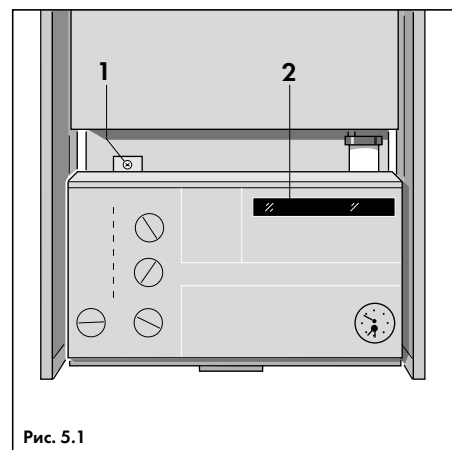
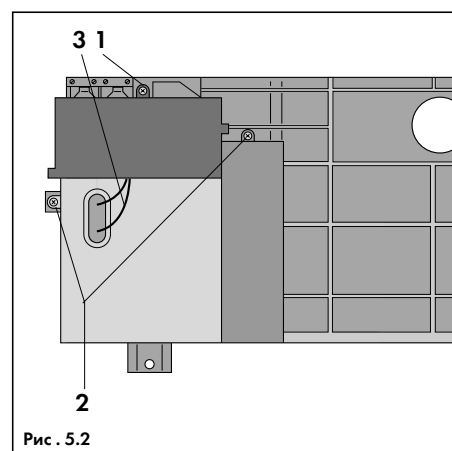

Рис. 5.1
Рис. 5.2
Отвернув крепежный винт (1, рис. 5.1), откинуть панель управления вниз. На крышке клеммного шкафа вывинтить шуруп (1, рис. 5.2) и снять крышку.
**Важно:** убедиться в том, что все провода проходят через соответствующие вводы на клеммном шкафу и прочно закреплены зажимными скобами. Обратит внимание на то, чтобы кабель электропитания был подключен так, чтобы при натяжении, в случае выскальзывания проводников из зажима, фазный, а затем нулевой проводники были вытянуты из зажима раньше защитного проводника. После монтажа вернуть на место крышку клеммного шкафа и вернуть панель управления в нормальное положение, закрепив ее винтом (1, рис. 5.1).
- Отвернуть винт (1, рис. 5.1) и откинуть панель управления;